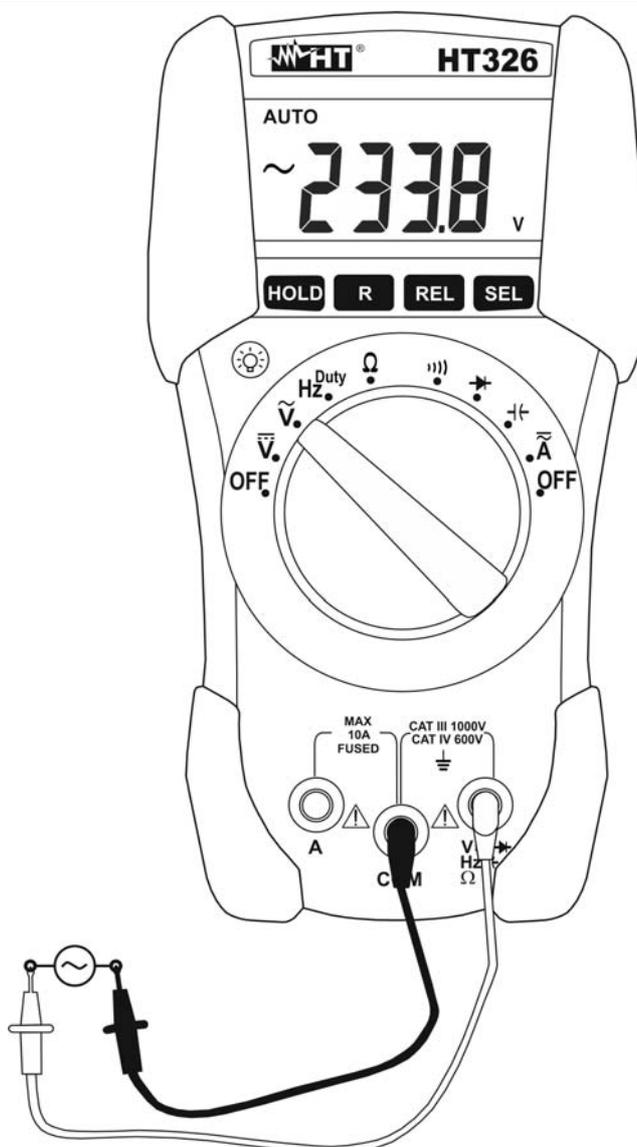

Fig. 3: Uso dello strumento per misura di Tensione AC
4. Posizionare il puntale rosso ed il puntale nero rispettivamente nei punti a potenziale positivo e negativo del circuito in esame (vedere Fig. 3). Il valore della tensione è mostrato a display